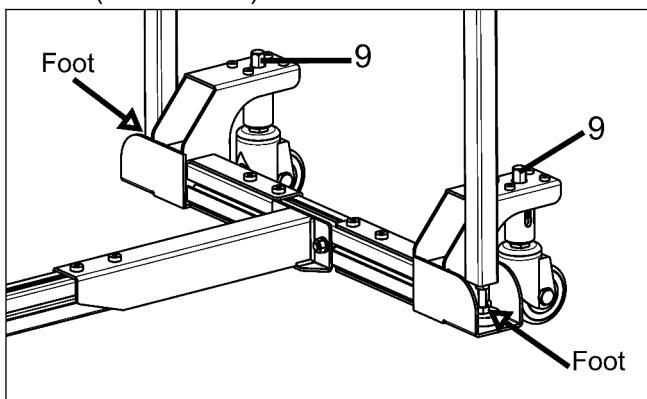

Abb.24
e. Entfernen Sie die Holzklötze und justieren Sie nun die Höhe der Füße und Räder durch Drehen der Regulierschraube „9“ im Uhrzeigersinn, für Erhöhung des Anbautisches im gestützten Bereich. Drehen Sie die Regulierschraube „9“ gegen den Uhrzeigersinn, um den gestützten Bereich abzusenken. Stellen Sie hier unbedingt eine Achsparallelität vom Haupttisch zum Anbautisch sicher. (see **Abb.24**)